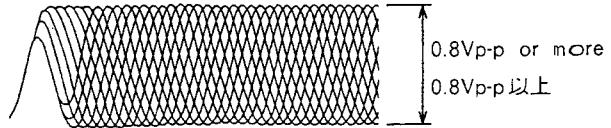

Fig. 6-8
9. Check that the RF level is 0.8 Vp-p or more using the oscilloscope. (Fig. 6-8)
9. オシロスコープにより、RF レベルが 0.8Vp-p 以上あることを確認する。(図 6-8)
10. Check that the RF level is 0.8 Vp-p or more using the oscilloscope. (Fig. 6-8)
10. オシロスコープによりRF波形が0.8Vp-p以上あることを確認する。（図6-8）